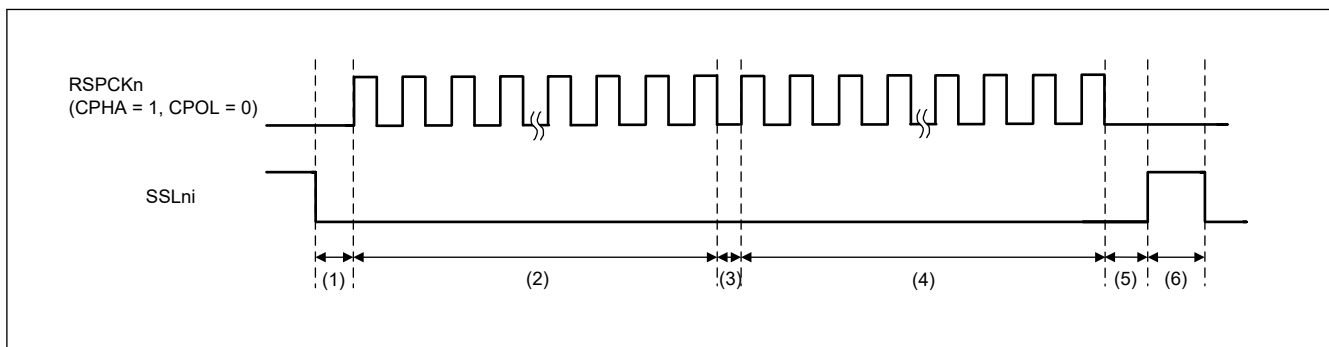

図 32.61 SSLKP ビットを利用したバースト転送の動作例 (BFDS = 1、SPFRF = 0)
図 32.61 に、SPCMD0 および SPCMD1 レジスタの設定値を使用してバースト転送を実現した場合の SSLni 信号の動作例を示します。以下では、図 32.61 に示す (1)~(6) の SPI の動作内容について説明します。SSLni 出力信号の極性は、SPI SSLi 信号極性ビット (SPCR3.SSLiP) ($i = 0 \sim 3$) の設定値で決まります。